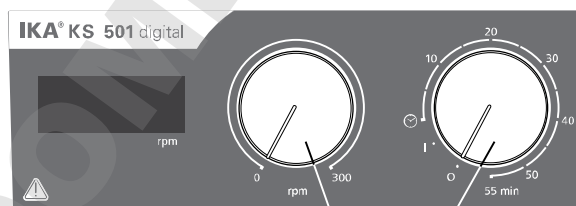

Fig. 3
- ⇒ Aby włączyć urządzenie, obrócić pokrętło „**Wł./wył.**” i „**Czasomierz**” (B, patrz Fig. 3) w kierunku zgodnym z ruchem wskazówek zegara do pozycji „1”.
- ⇒ Aby wyłączyć urządzenie, obrócić pokrętło „**Wł./wył.**” i „**Czasomierz**” (B) do pozycji „0”.
- ⇒ Aby włączyć urządzenie, obrócić pokrętło „**Wł./wył.**” i „**Czasomierz**” (B) w kierunku zgodnym z ruchem wskazówek poza pozycję “☉”.
- ⇒ Ustawić prędkość obrotową silnika za pomocą regulatora „**Prędkość obrotowa**” (C, patrz Fig. 3). Prędkość obrotową silnika można ustawiać w zakresie od 0 do 300 rpm.